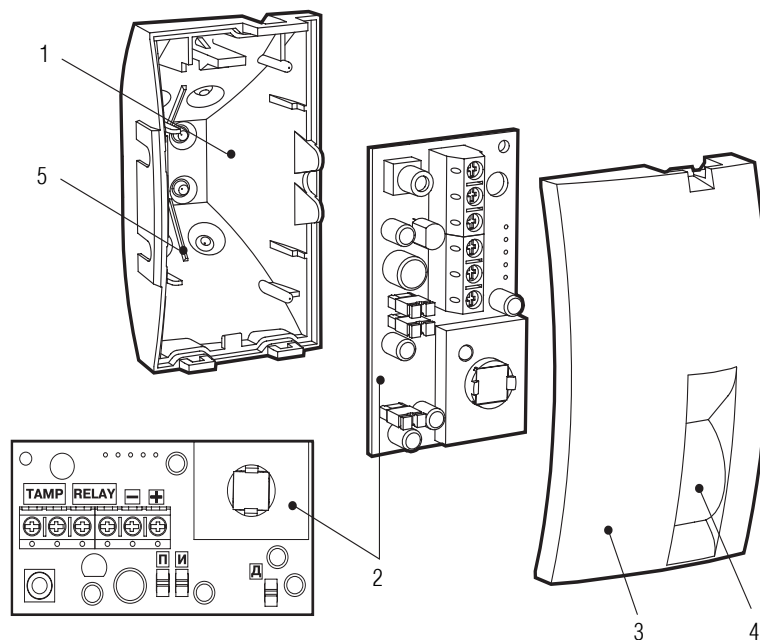

Рис.1
Извещатель выполнен в виде одного блока (Рис.1) и состоит из основания (1), печатной платы с элементами (2) и крышки (3) с линзой Френеля (4).
7. Подключить провода к клеммной колодке (Рис.1). Клеммные контакты "TAMP" могут быть использованы – отдельного шлейфа контроля вскрытия; – основного шлейфа сигнализации последовательно с контактами "RELAY", как с включением выносного резистора, так и без него;